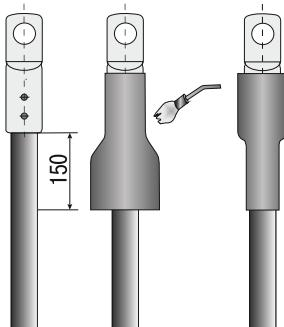

Рисунок 7
4.14 Надеть на оконцованные жилы трубы изоляции наконечников и усадить их (рисунок 7).